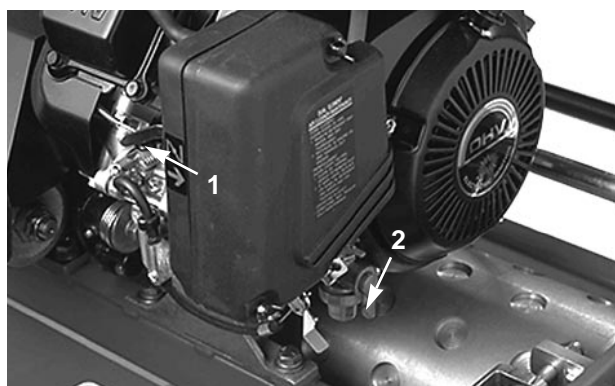

Fig. 15
Starter (Fig. 15)—Si trova sul lato anteriore sinistro del motore. La leva ha due posizioni: RUN e CHOKE.
Valvola di arresto del carburante (Fig. 15)—Si trova sul lato anteriore sinistro del motore. La valvola ha due posizioni: CLOSED e OPEN (chiuso e aperto). Spostare la leva su CLOSED in sede di rimessaggio o di trasporto della macchina, e su OPEN prima di avviare il motore.
Maniglia di avviamento (Fig. 15)—Per avviare il motore tirare la maniglia.
2. Aprire la valvola di arresto del carburante sul motore (Fig. 15).
5. Spostare lo starter (Fig. 15) in posizione semiaperta se il motore viene avviato a freddo. A motore riscaldato non è sempre necessario utilizzare lo starter.